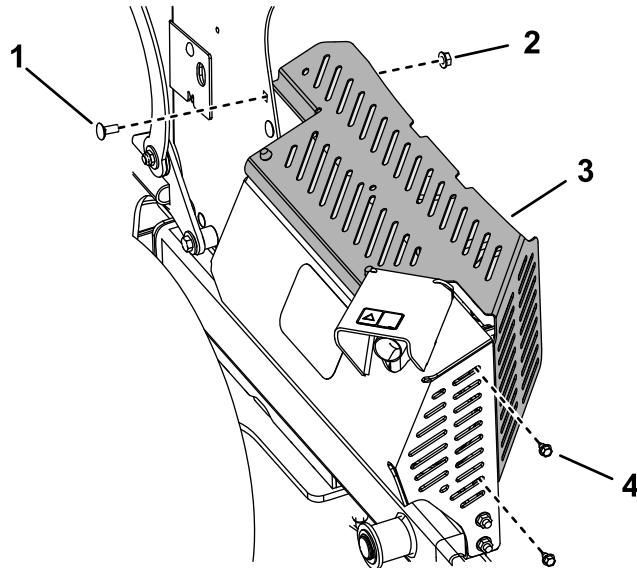

Figure 33
12. Déposez l'écran pare-chaleur (Figure 33).